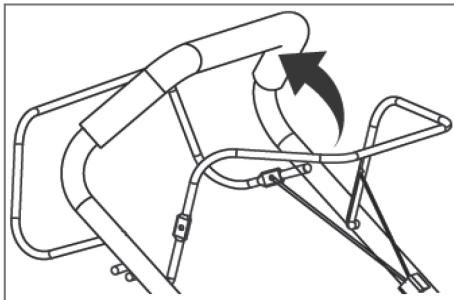

Рис. 18
- Левой рукой нажмите и удерживайте рычаг останова двигателя (рис. 18).